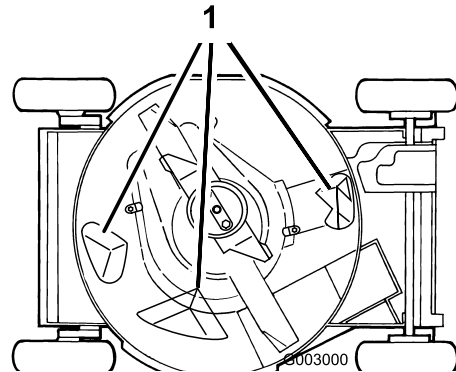

Figura 35
Para asegurar el mejor rendimiento, mantenga limpios los bajos de la carcasa. Tenga especial cuidado de mantener libres de residuos los deflectores (Figura 35).
5. Retire las 2 tuercas de la cuchilla, el acelerador y la cuchilla (Figura 35).